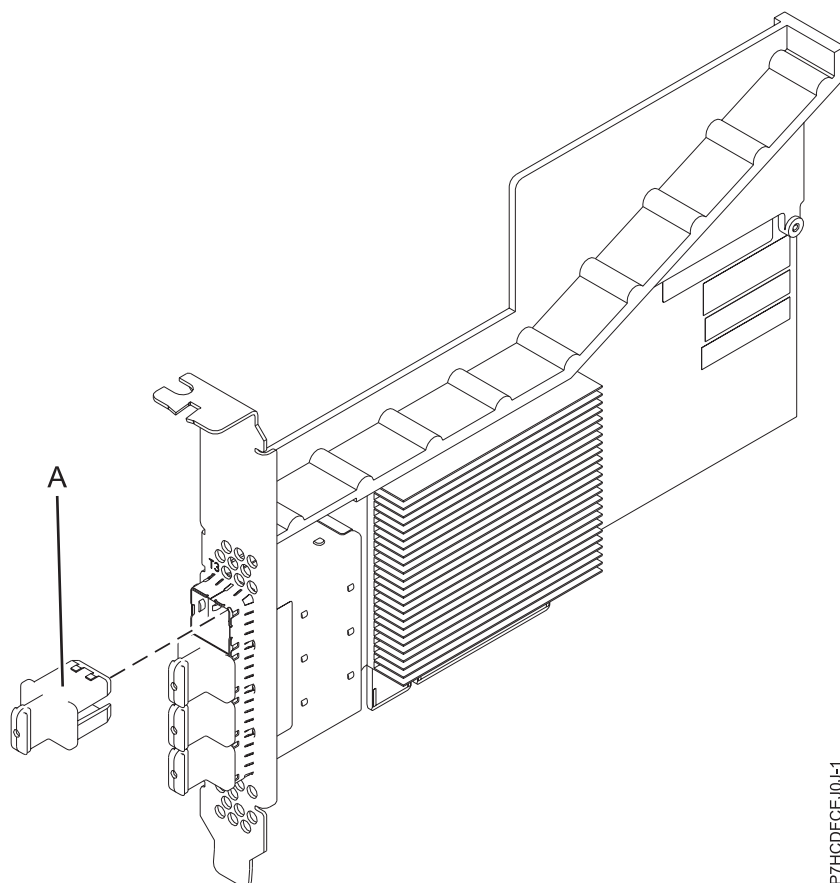

Figure 18. Carte SAS PCIe3 RAID
La carte PCIe3 SAS RAID quatre ports 6 Gb est une carte PCI Express (PCIe), SAS RAID, de troisième génération, courte et à faible encombrement mais destinée à une installation pleine hauteur. La carte est destinée à des applications SAS (Serial Attached SCSI) hautes performances et haute densité. Elle prend en charge le raccordement de disque SAS et de bande magnétique SAS à l'aide de quatre connecteurs mini-SAS haute densité (HD) x4 qui permettent d'utiliser les liaisons physiques dans différentes configurations étroites et larges de ports. Le raccordement de bande magnétique n'est pris en charge qu'avec une configuration de carte unique et ne peut pas être combiné avec un disque SAS sur la même carte. L'adaptateur ne dispose pas d'un cache en écriture. La figure 18, à la page 54 illustre la carte PCIe3 SAS RAID quatre ports 6 Gb.
La figure 18 représente la carte. Le capuchon du connecteur **(A)** est installé dans un port vide et empêche que ce port ne soit endommagé lorsqu'un câble d'un connecteur de port adjacent est branché ou retiré.